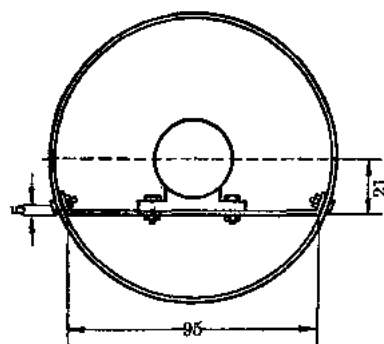
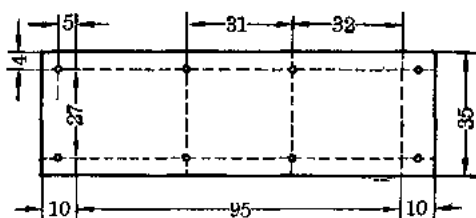
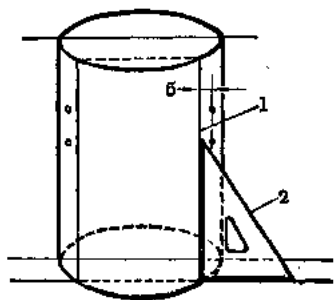

图 7
图 8
图 10
i. 机座铁皮划线 先如图 7 中量得机轴离机座距离为 21 毫米, 求得相应的弦长为 95 毫米, 然后在 115×35 (毫米)² 的机座铁皮 (图 8) 上划线, 图中 95 毫米的两旁 10 毫米是铁皮向上弯边装螺钉部分, 铁皮上居中四孔为装机座螺钉用, 四角的孔为固定
ii. 圆筒体钻孔 因叶片需装在离筒口 60 毫米的地方，所以圆筒上安装机座铁皮的螺钉孔应开在离圆筒口 72 毫米和 99 毫米两个圆周上，(图 8、9) 究竟应在圆周的哪四点上，可按图 10 所示方法，把圆筒立起，用角尺从代表机座铁皮的弦两端，将角尺沿圆筒外壁向右平移 5 毫米，然后沿圆筒外壁引竖直线与上述两个圆周相交，这相交的四个交点，便是开孔装螺钉的位置。